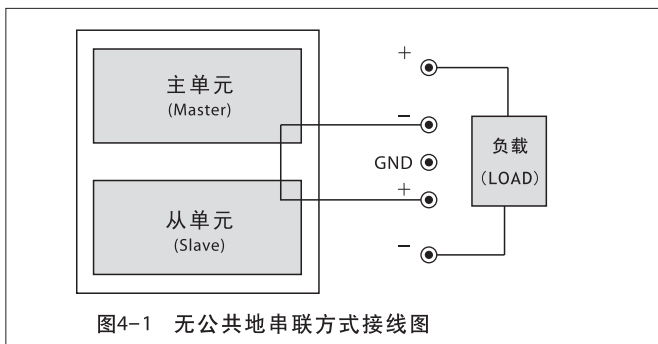
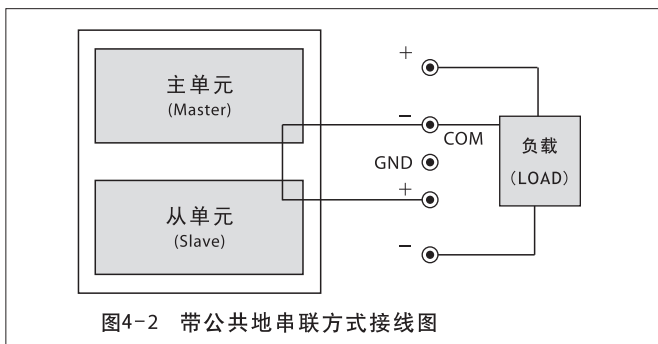

图4-1 无公共地串联方式接线图
图4-2 带公共地串联方式接线图
联操作由内部直接串联。两路输出可连接成串联形式, 以输出较高的电压和额定的电流, 串联工作方式有两种, 一种是无公共地的串联方式, 另一种是带公共地的串联方式。无公共地的串联连接方式见图4-1。带公共地的串联连接方式见图4-2。
- (1)将电源开关置于“OFF”位置。
- (2)将串并联模式开关两个都按下。
- (3)图4-2将负载接到接线柱上。
- (4)将电源开关置于“ON”位置。
- (5)由CH1的VOLTAGE/CURRENT旋钮调节电压电流，输出电压可在CH1电压表上直接读出，输出